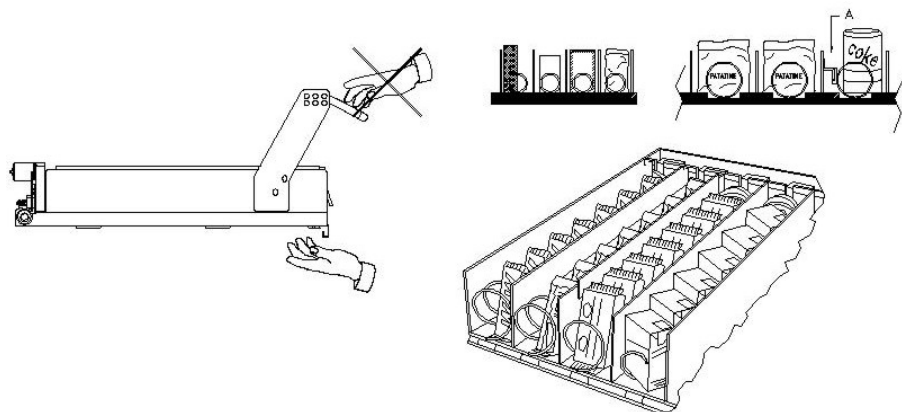

fig. 3
8.2 DISTANCIADORES DE PRODUCTOS EN CAJONES (fig.3)